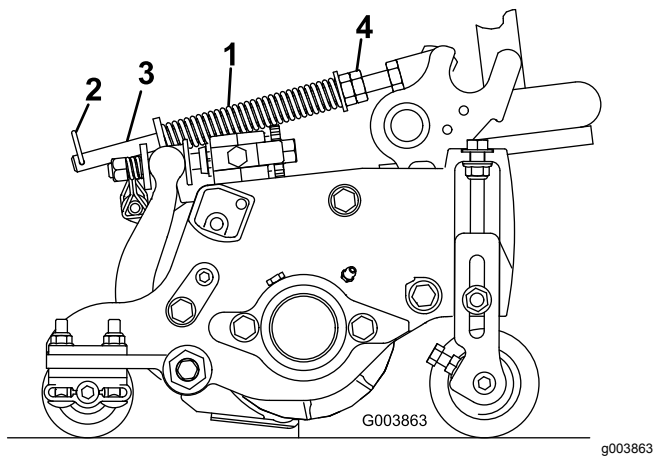

図 15
ターフ補正スプリング 図 15 は、前ローラから後ローラへと、カuttingユニットの体重移動を行います。これにより、マーセリングやボビングと呼ばれる「波打ったような」仕上がりを防いでいます。
- 1. スプリングロッドの後穴にヘアピンコッターを忘れずに取り付けてください 図 15。
2. スプリングロッド前部の六角ナットを締めて、スプリング圧縮状態の長さが15.9 cm になるようにする 図 15。